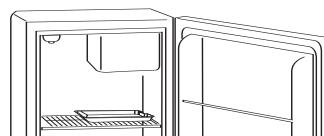

fig. 3
- Para descongelar el congelador, retire los alimentos y la charola para cubos de hielo del compartimento del congelador. Su modelo puede requerirle colocar la bandeja del goteo bajo sección del congelador (véase fig 3). Para descongelar, gire dial del control de temperatura a la posición de "OFF" (Apagado). La descongelación generalmente se lleva a cabo en unas cuantas horas. Para descongelar más rápido, mantenga la puerta abierta y coloque un recipiente con agua tibia dentro del refrigerador.